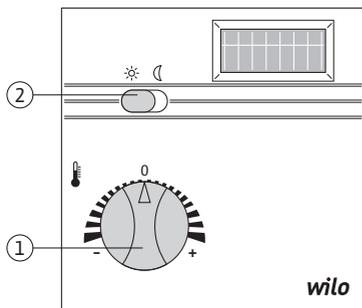

Fig. 25: Bedienung des Funk-Raumtemperaturreglers
- Vor der endgültigen Montage des Funk-Raumtemperaturreglers testen, ob eine Funkverbindung besteht. Dazu den Drehknopf (Fig. 25, Pos. 1) voll nach links bzw. rechts drehen und beobachten, ob die Pumpe reagiert. Eine Reaktionszeit von bis zu 100 s ist dabei normal.
Die gewünschte Raumtemperatur wird am Drehknopf eingestellt (Fig. 25, Pos. 1). Die Nullstellung entspricht 21°C . Über den Drehknopf kann die Solltemperatur verändert werden im Bereich von ca. $+16^{\circ}\text{C}$ bis $+26^{\circ}\text{C}$ (Rechtsdrehung: Erhöhung der Temperatur um bis zu 5 K) (Linksdrehung: Absenkung der Temperatur um bis zu 5 K)
Über den Schiebeschalter (Fig. 25, Pos. 2) kann zwischen Tagbetrieb (Stellung ☀) und Nachtbetrieb (Stellung ☾) gewechselt werden. Im Nachtbetrieb wird die am Drehknopf eingestellte Solltemperatur auf 17°C abgesenkt (unabhängig vom eingestellten Sollwert).